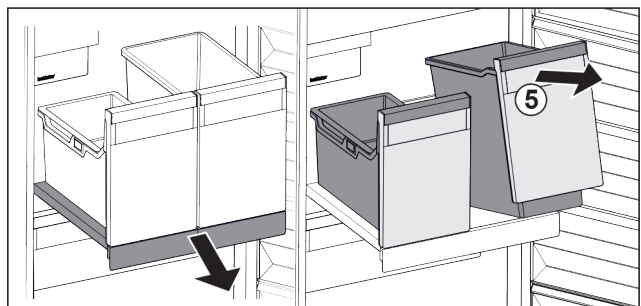

Fig. 118
- Soulever les bacs Fig. 118 (5) par l'avant.